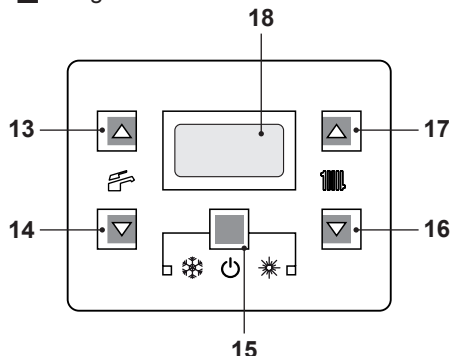

Figura 2.5
- Tenere premuto per 2 secondi il tasto 15 fino a far apparire sul display il simbolo  Figura 2.5.
La temperatura dell'acqua calda di mandata riscaldamento è regolabile agendo sui tasti 16 (diminuzione) e 17 (aumento) (Figura 2.5) da un minimo di circa 25°C ad un massimo di circa 85°C. Alla prima pressione di uno dei due tasti si ha la visualizzazione del valore di "set", alla seconda pressione si accede alla modifica.
Comunque se la temperatura ambiente non dovesse essere confortevole si può aumentare o diminuire la temperatura di mandata dell'impianto riscaldamento di  $\pm 15^{\circ}\text{C}$  agendo sui tasti 16 (diminuzione) e 17 (aumento) (Figura 2.5).
La temperatura dell'acqua calda sanitaria contenuta nel bollitore può essere regolata ad un massimo di circa  $60^{\circ}\text{C}$ , agendo sui tasti 13 (aumento) e 14 (diminuzione) (Figura 2.5).
La temperatura dell'acqua di mandata del serpentino bollitore può essere variata agendo sui tasti 13 (aumento) e 14 (diminuzione) (Figura 2.5).